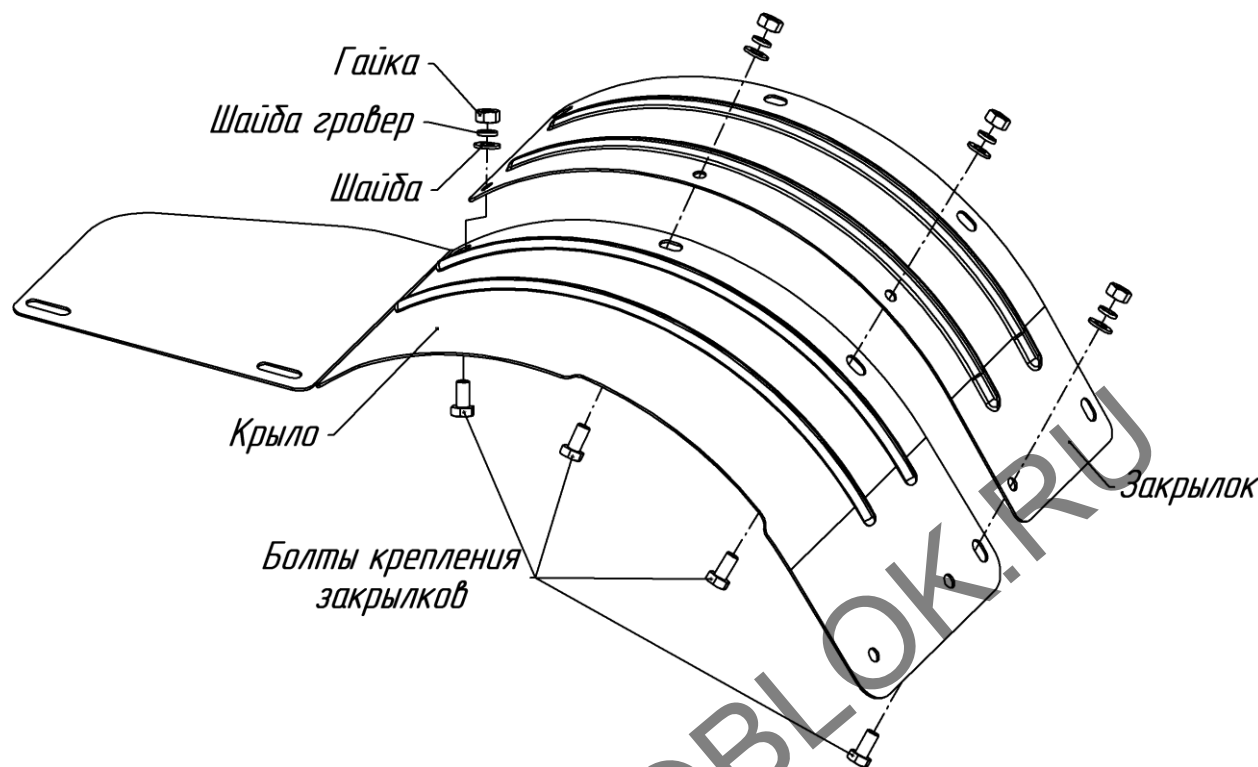

Рис.9 Схема крепления закрылков
23. При фрезеровании защитные устройства, закрылки и щитки должны быть установлены на соответствующие места и надежно закреплены с помощью исправного стандартного инструмента (рис.9).